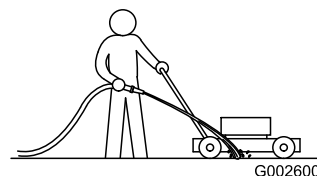

Figura 47
1. Collocate il tosaerba su una superficie piana pavimentata, con il motore acceso, e spruzzate un getto d'acqua davanti alla ruota **destra** posteriore (Figura 47).